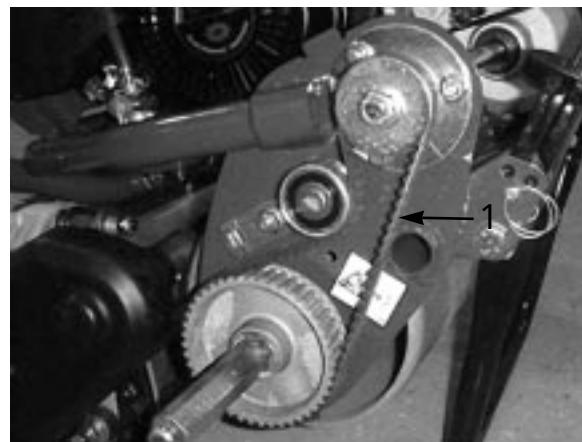

図 45
- 2 . ブーリ間の中央(図45)を指で押して点検する。1.5 ~ 2.5 kg程度の力で押した時のたわみが6 mm程度あるのが適正。たわみがこの範囲になければ、以下の要領で調整する。